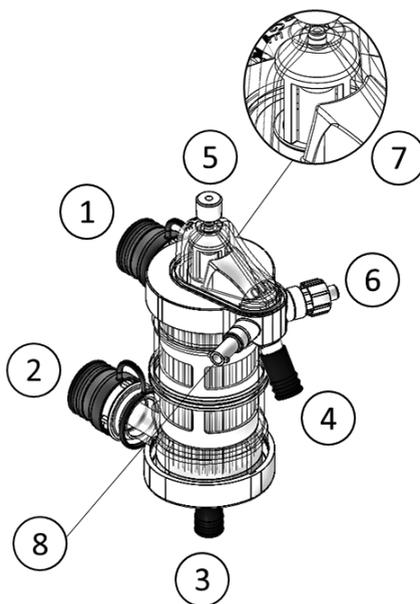

Fig. 1
El producto (Fig. 1) se ha diseñado para calentar o enfriar la solución cardiopléjica durante la circulación extracorpórea. El producto dispone de un filtro atrapaburbujas integrado (ref. 7 Fig. 1). El producto está disponible en las versiones que se indican en la Tabla 1 – sección D. El producto se suministra estéril en blíster dentro de una caja múltiple de 4 unidades. Todas las superficies del producto en contacto con la sangre están revestidas con una superficie biocompatible a base de fosforilcolina. El contacto con la solución cardiopléjica por un periodo de tiempo superior a 6 horas no está permitido. El producto está diseñado para ser alimentado con termocirculadores que utilizan un líquido de termostatación HTF (*Heat Transfer Fluid* o fluidos caloportadores) a base de glicol.